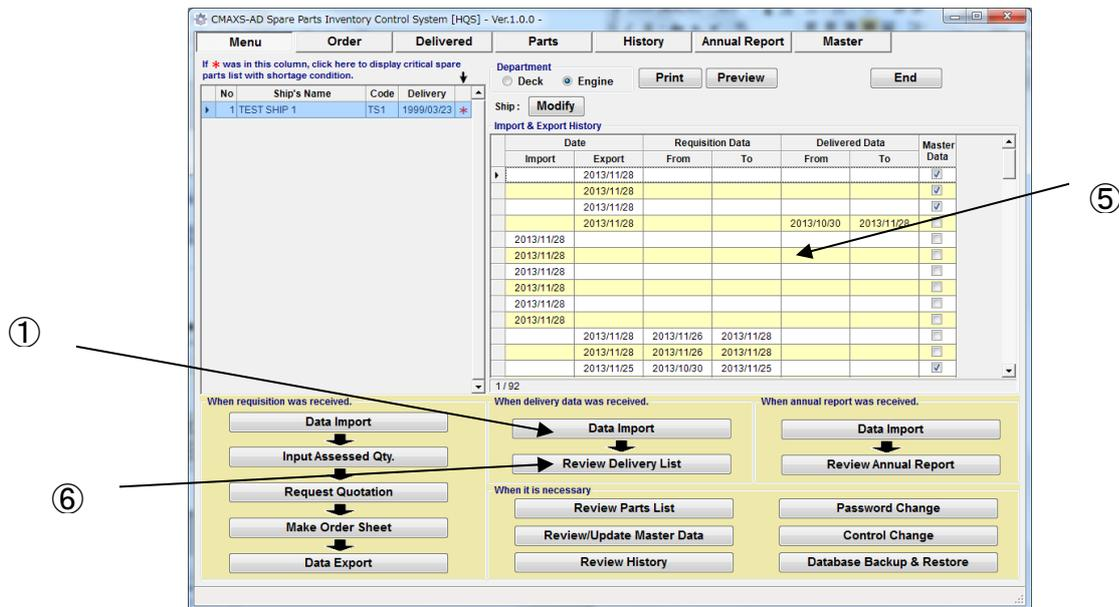

図 9-1 Menu 画面
(1) 本船より受領部品のデータを受信した際は、"Menu 画面"(図 9-1)上で [Data Import]を選択します。
(6) "Menu 画面"(図 9-1)上で [Review Delivery List]を選択してください。